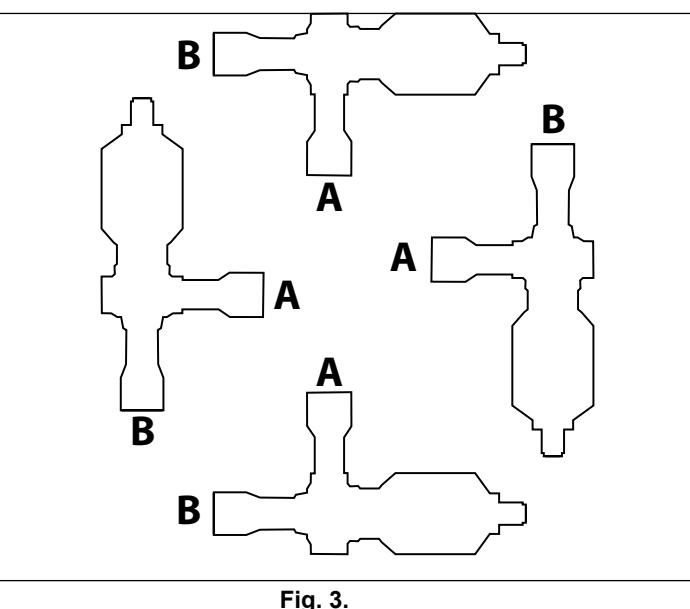

Fig. 3.
- The valve can be fitted in any direction within the space. (See Fig. 3).
- En el espacio, la válvula se puede montar con cualquier orientación. (Ver Fig. 3).
- Le détendeur peut être monté sur n'importe quelle position. (Voir Fig. 3).
- La valvola può essere montata con qualsiasi orientamento. (Vedi Fig. 3).
- Innerhalb des vorhandenen Platzes kann das Ventil in beliebiger Ausrichtung montiert werden. (Siehe Abb. 3).
- Клапан может устанавливаться в любом положении (Смотри РИС.3).
refrigerant = R410A % porcentaje apertura válvula = 100 % dirección del flujo: A-B (Fig. 3) temperatura de evaporación = 5 °C / 41 °F temperatura de condensación = 40 °C / 104 °F subenfriamiento = 0 °K recalentamiento = 0 °K	Kältemittel = R410A % Ventilöffnung = 100 % Durchflussrichtung: A-B (Abb. 3) Verdampfungstemperatur = 5 °C / 41 °F Verflüssigungstemperatur = 40 °C / 104 °F Unterkühlung = 0 °K Überhitzung = 0 °K
réfrigérant = R410A % pourcentage ouverture détendeur = 100 % direction flux : A-B (Fig. 3) température d'évaporation = 5 °C / 41 °F température de condensation = 40 °C / 104 °F sous-refroidissement = 0 °K surchauffe = 0 °K	хладагент = R410A % процент открытия клапана = 100 % направление потока: А-В (Рис/Fig. 3) температура испарения = 5 °C / 41 °F температура конденсации = 40 °C / 104 °F переохлаждение = 0 °K перегрев = 0 °K